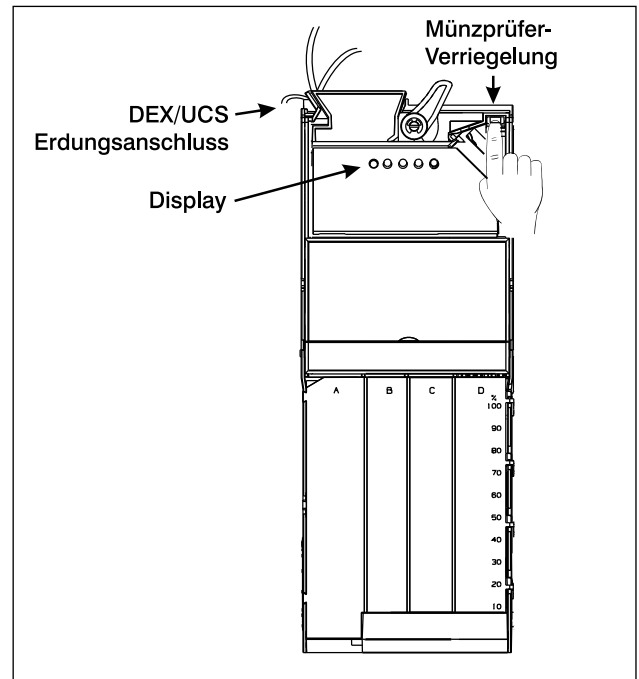

Abbildung 1
2. Das Münzprüfermodul entriegeln und nach vorne kippen (siehe Abb.1 und 2). Die Flachbandkabelverbindung zum Geldwechsler lösen. Nun lässt sich das Modul durch Hoch- und Nachvorneziehen aus dem GW-Gehäuse entfernen. Stellen Sie es an einem sicheren Platz ab.
5. Bei Geräten mit DEX/UCS-Anschlusskabel das Erdungskabel (siehe Abb.1) mit einem Erdungspunkt im Verkaufsautomaten verbinden (VDE-Vorschrift).